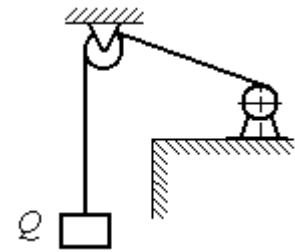

Рис. 4.8. Подъёмное устройство
**Задача 45.** Подъёмное устройство (рис. 4.8) опускает груз  $Q$  массой  $m = 400$  кг в шахту при помощи упругого троса с коэффициентом жесткости  $c = 8 \cdot 10^4$  Н/м с постоянной скоростью  $V = 10$  м/с. В некоторый момент во время спуска трос защемило в блоке. Пренебрегая массой троса, определить дальнейшее движение груза и найти максимальную силу натяжения троса.